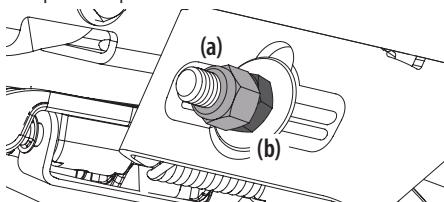

Figure 33
- Pour relever l'avant du plateau, retirez le capuchon, desserrez le contre-écrou supérieur (a), puis resserrez l'écrou inférieur (b) (dans le sens horaire). Voir Figure 33. Après avoir effectué le réglage, resserrez le contre-écrou supérieur (a) et replacez le capuchon.
- Pour abaisser l'avant du plateau de coupe, retirez le capuchon, desserrez le contre-écrou supérieur (a), puis desserrez l'écrou inférieur (b) (dans le sens anti-horaire). Voir Figure 33. Après avoir effectué le réglage, resserrez le contre-écrou supérieur (a) à couple de 77 N m (57 pi-lb) et replacez le capuchon.